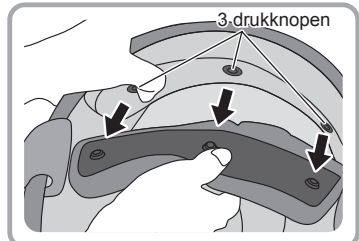

Fig.2
2. Maak de 3 drukknopen achteraan los. Nu kan het binnenkussen worden verwijderd. (Fig. 2)